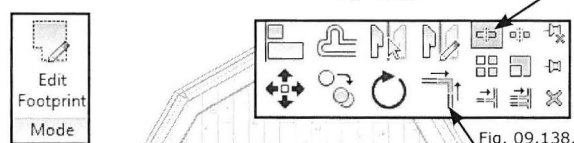

Fig. 09.137.
- Marker det store tag og klik *Edit Footprint* (Fig. 09.137).